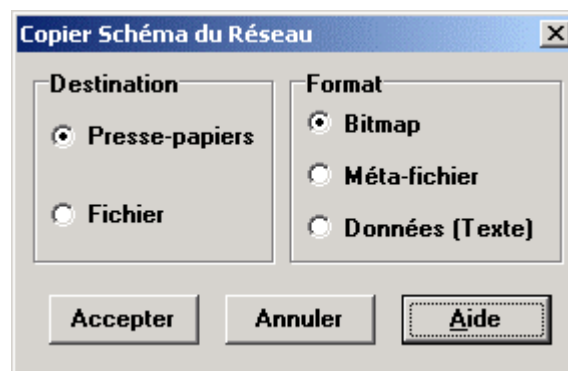

Figure 10.2 Boîte de Dialogue
2. Sélectionnez les options désirées dans la boîte de dialogue Copier (voir la Figure 10.2) et cliquez sur **Accepter**.